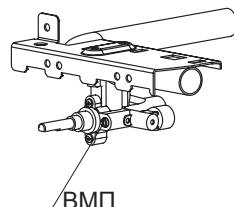

рис. 21
22.3. Настройка регулируемых ВМП горелок стола и духовки (рис. 21).